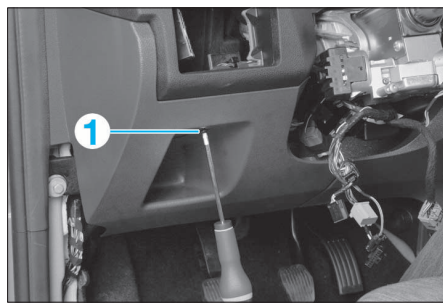

FIG. 4
- la vis (1) de la garniture inférieure de pédalier (Fig.4).